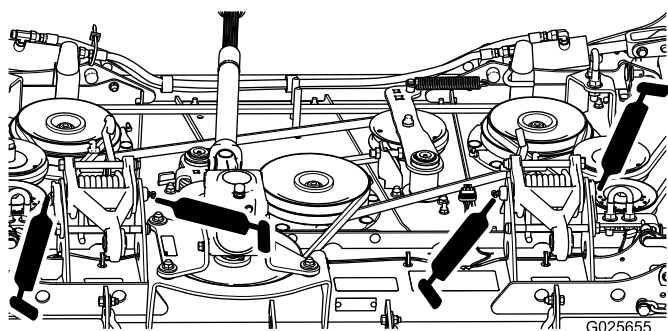

Figure 12
- Bielles de plateau (5) (Figure 12)